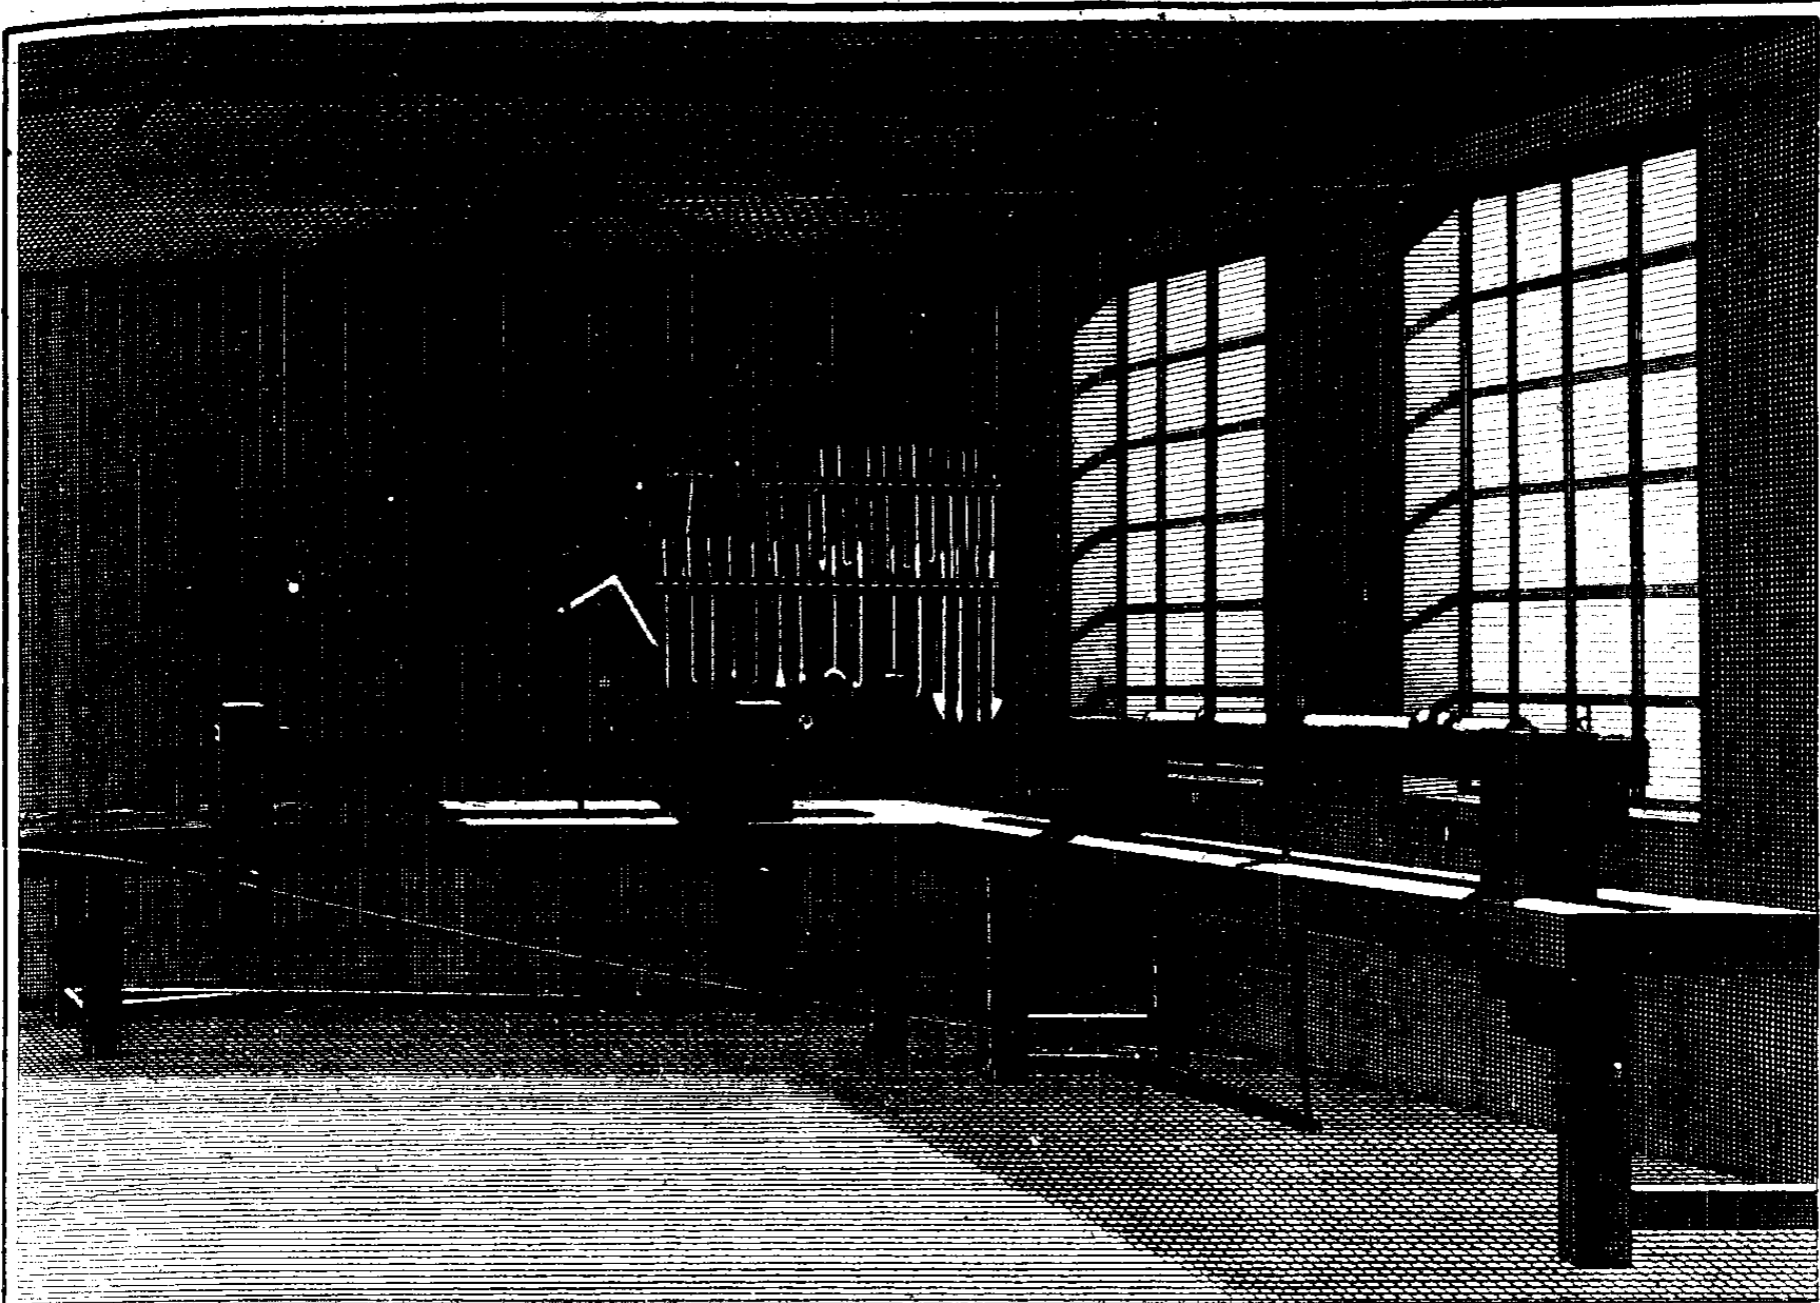

Fig. 1.
- Fig. 1. Clé des écroux à huit pans & à trous. A, la clé à huit pans. B, la clé à fourche. C, la tige.